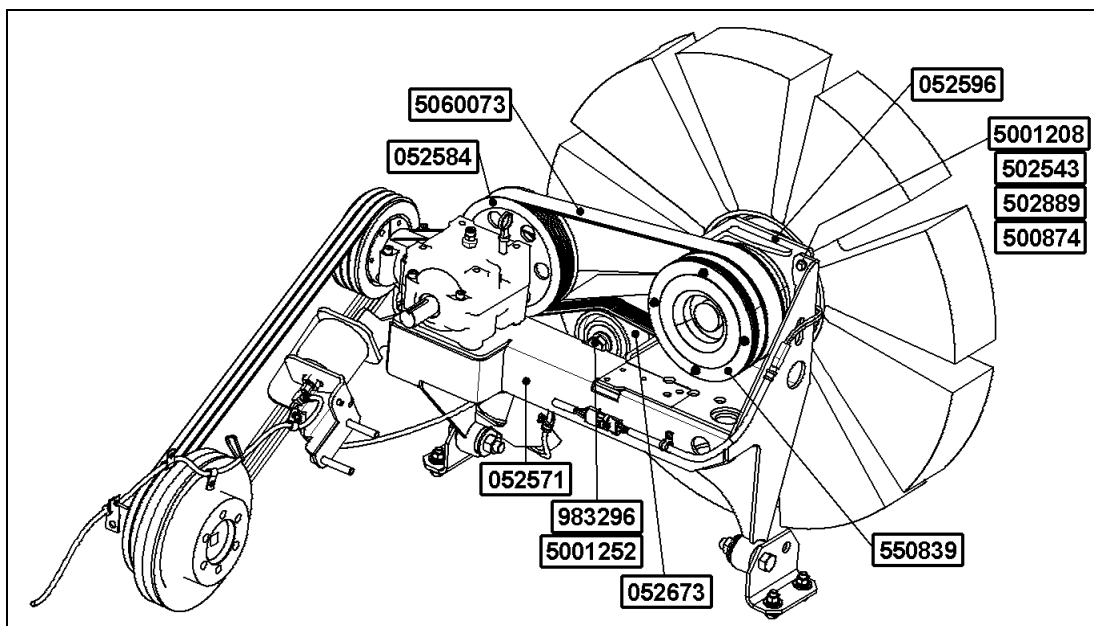

FIGURE 8
22. Installer la plaque support avec l'embrayage sur le socle de fixation et la fixer à l'aide de 3 boulons de carrosserie (5001208), rondelles plates (500874), rondelles Grower (502889) et des écrous (502543) (Voir figure 8).
23. Acheminer le câblage d'alimentation de l'embrayage le long du socle de fixation comme aux figures 8 et 11. Fixer le connecteur du câblage d'alimentation sur la plaque support et le socle de fixation à l'aide de 2 attaches de nylon (504637). Percer des trous de 7 mm pour installer les attaches-câbles à montage rapide (509815), fixer le câblage.